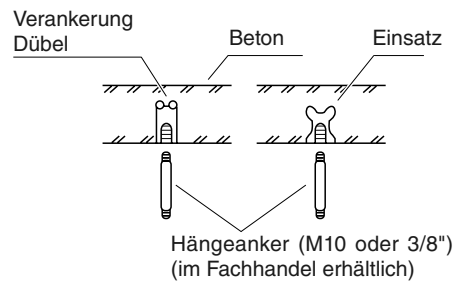

Abb. 3-190
- Die Hängeanker einsetzen, wie in Abb. 3-190 gezeigt
- (2) Die Hängeanker hineindreihen, wobei diese aus der Decke herausragen müssen, wie in Abb. 3-190 gezeigt. (Nötigenfalls muss die Deckenverkleidung modifiziert werden.)